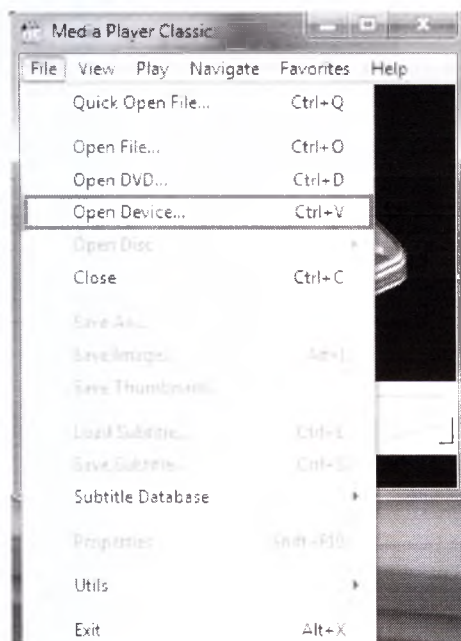

Рисунок 8 – «Открытие устройства»
- 2) Нажать «File» - «Open Device» (рисунок 8).